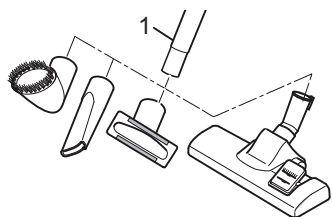
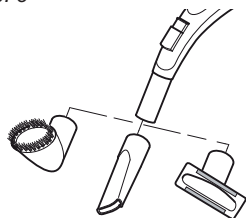

Abb. 8
Abb. 9
3. Stecken Sie die gewünschte Düse auf das untere Ende des Teleskoprohrs (Abb. 8) oder bei Bedarf direkt auf den Handgriff (Abb. 9).